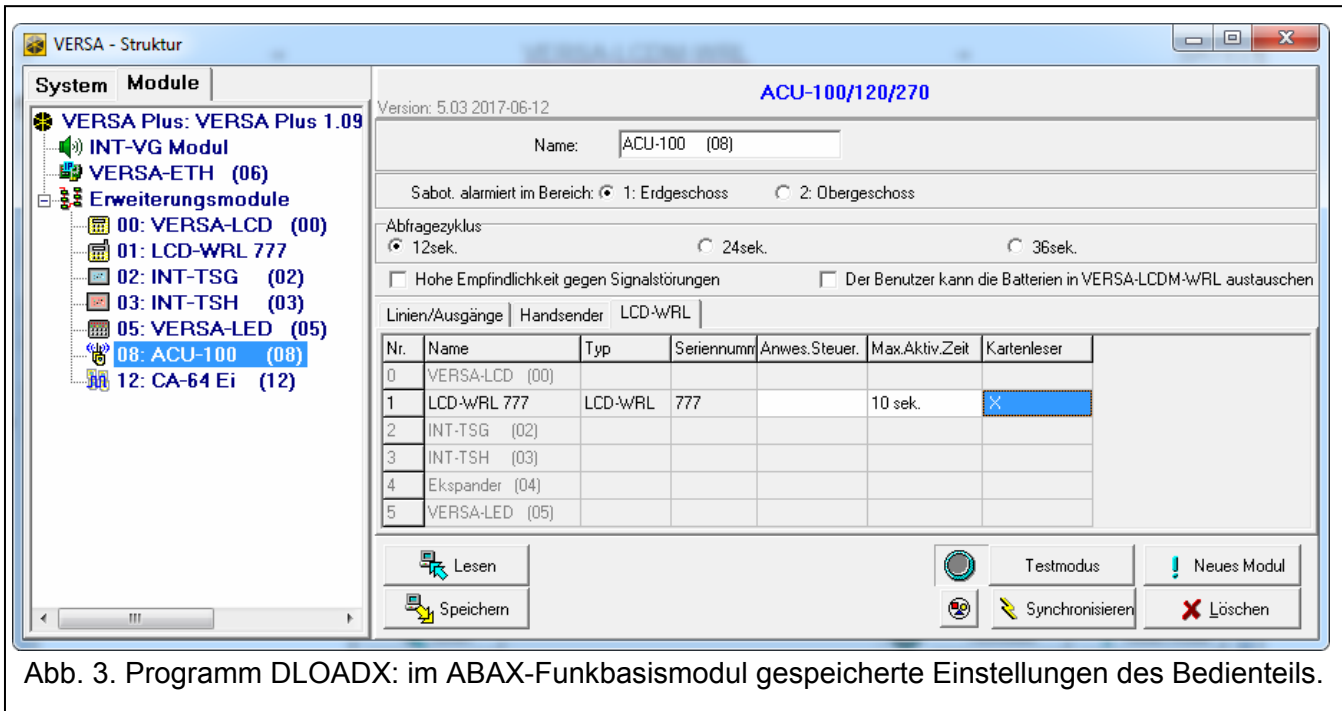

Abb. 3. Programm DLOADX: im ABAX-Funkbasismodul gespeicherte Einstellungen des Bedienteils.
Um die Funk-Bedienteile hinzuzufügen, öffnen Sie das Fenster „Versa – Struktur“, die Registerkarte „Module“, danach klicken Sie in der Liste von Geräten auf den Namen des ABAX-Funkbasismoduls und dann auf die Registerkarte „LCD-WRL“ (siehe: Abb. 3 S. 6).
Um die Funk-Bedienteile zu entfernen, öffnen Sie das Fenster „Versa – Struktur“, die Registerkarte „Module“ und klicken Sie in der Liste auf den Namen des ABAX-Funkbasismoduls und dann auf die Registerkarte „LCD-WRL“ (siehe: Abb. 3 S. 6).
- Programm DLOADX: →Fenster „Versa – Struktur“ →Registerkarte „Module“ →Zweig „Erweiterungsmodule“ →[Name des ABAX-Funksystem] →Registerkarte „LCD-WRL“ (siehe: Abb. 3),